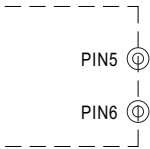

图 4.2移除CN1的短路连接器
- (2) 移除CN1的短路连接器,如图4.2所示,过载保护模式为持续恒电流限制